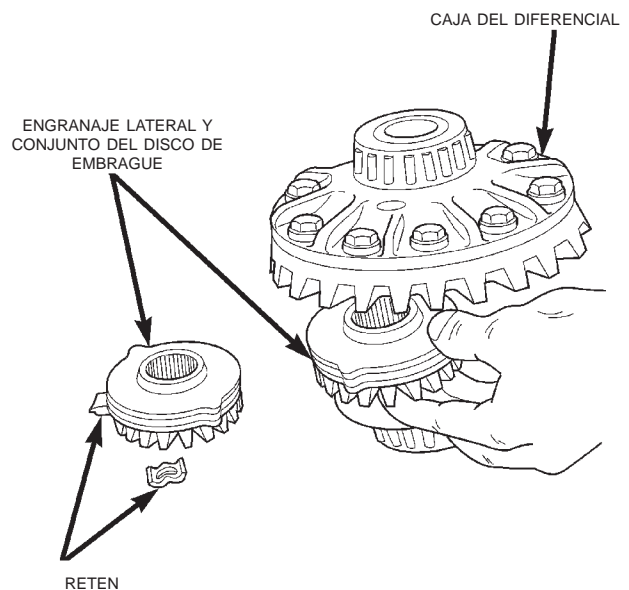

Fig. 72 Desmontaje del engranaje lateral y el disco de embrague
(15) Retire el tornillo forzador C-6960-4, la estribera C-6960-3 y el adaptador roscado C-6960-1.
(16) Retire el engranaje lateral superior, el retén del conjunto de embrague y el conjunto de embrague. No altere el orden de los discos durante el desmontaje (Fig. 72).